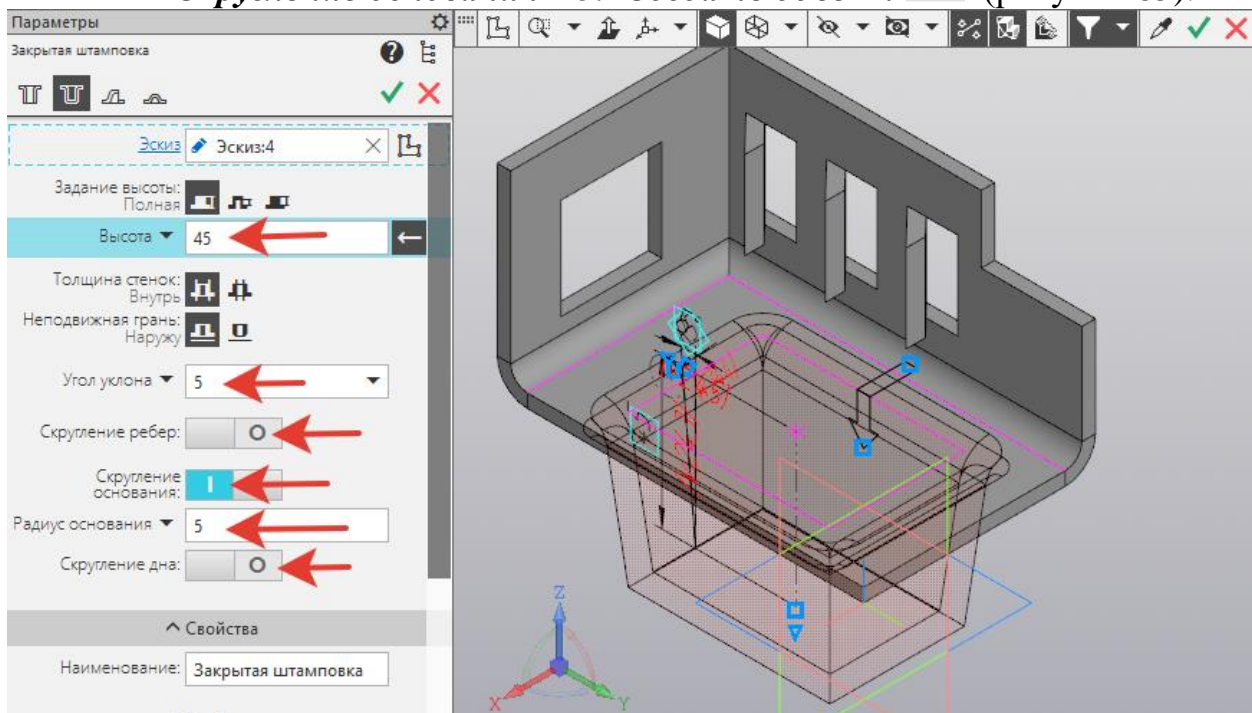

Рисунок 85.
13. На инструментальной панели выбрать *Элементы листового тела – Закрытая штамповка*. В *Параметрах: Задание высоты – Полная, Высота – 45. Толщина стенок – Внутрь, Неподвижная грань – Наружу, Угол уклона – 5*. Убрать *Скругление ребер* и *Скругление дна*. Поставить *Скругление основания – 5*. *Создать объект* (рисунок 85).